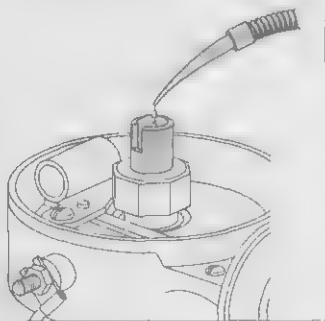

Рис. 12.32 При наличии флица капните несколько капель машинного масла внутрь валика
2. Посмотрите сверху на валик распределителя, где устанавливается ротор. Если внутри есть флиец, капните туда несколько капель машинного масла (рис. 12.32).